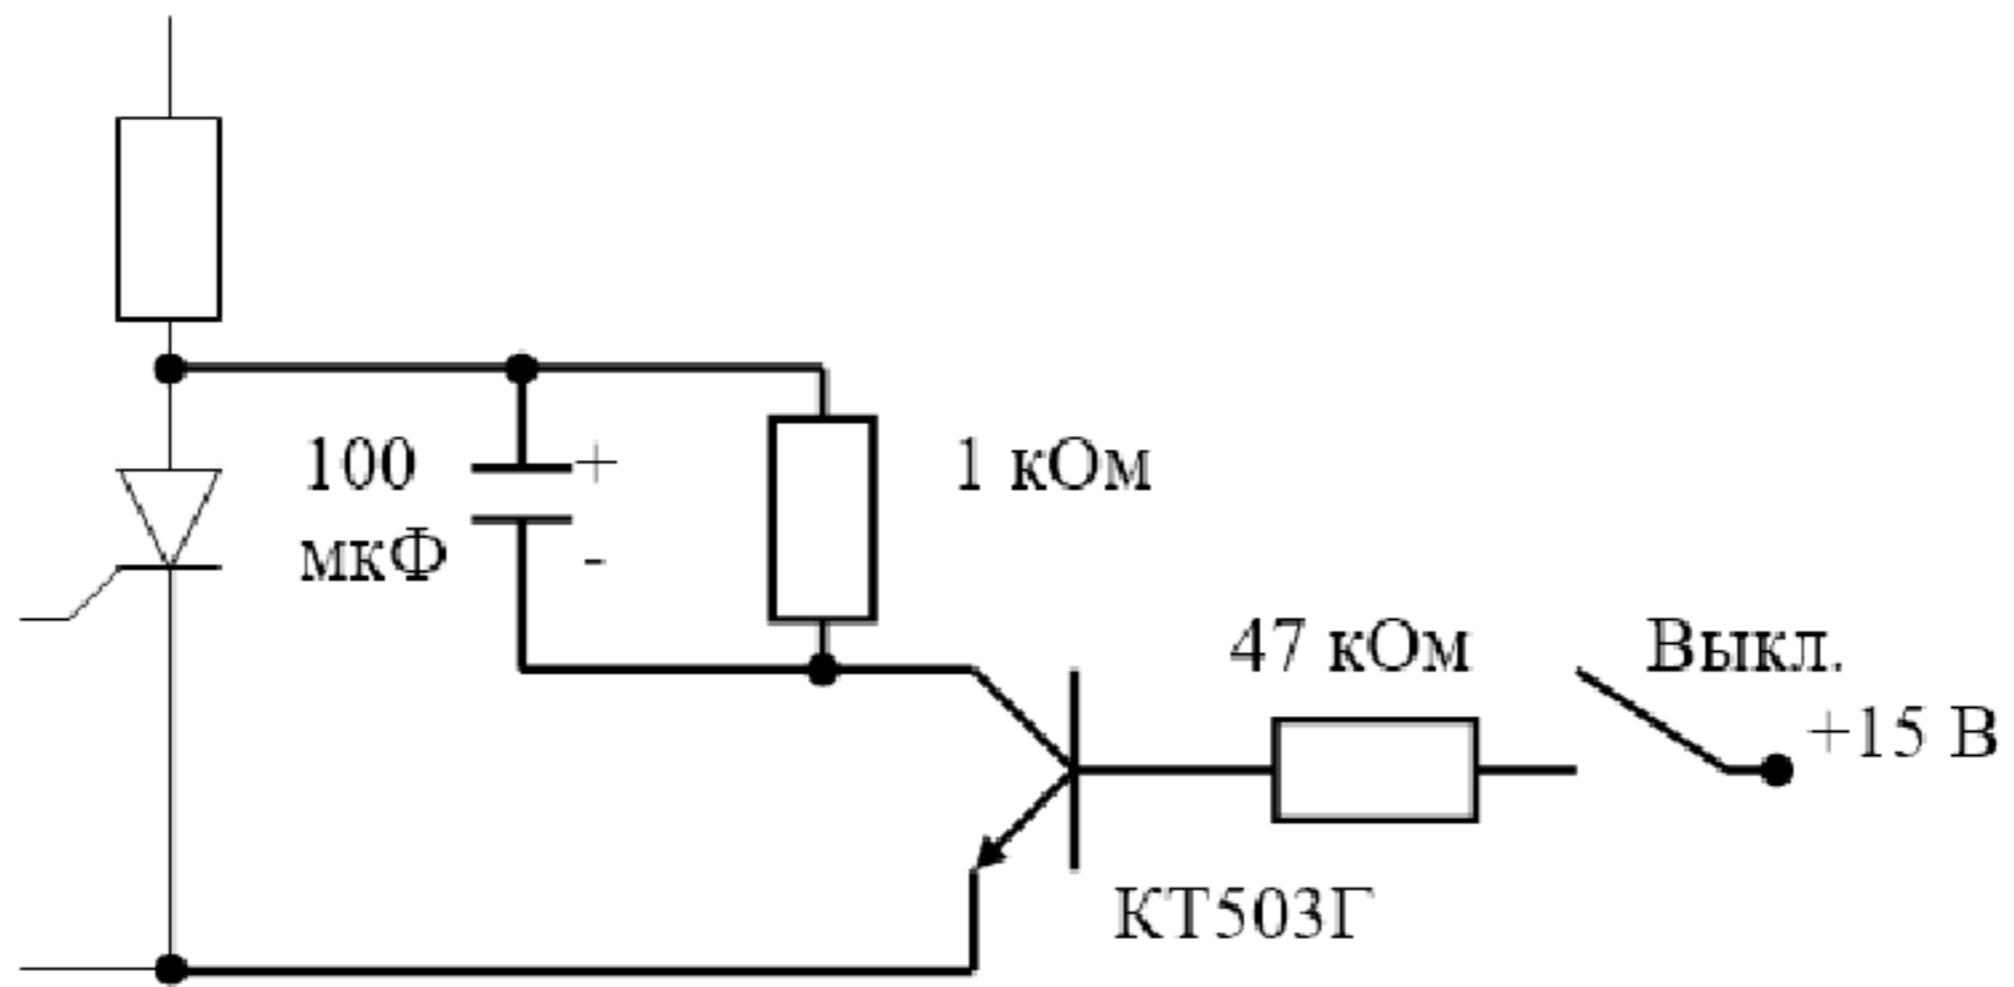

Рисунок 7.2
7. Отключить источники питания, собранную схему дополнить схемой, изображённой на рис. 7.2 жирными линиями.